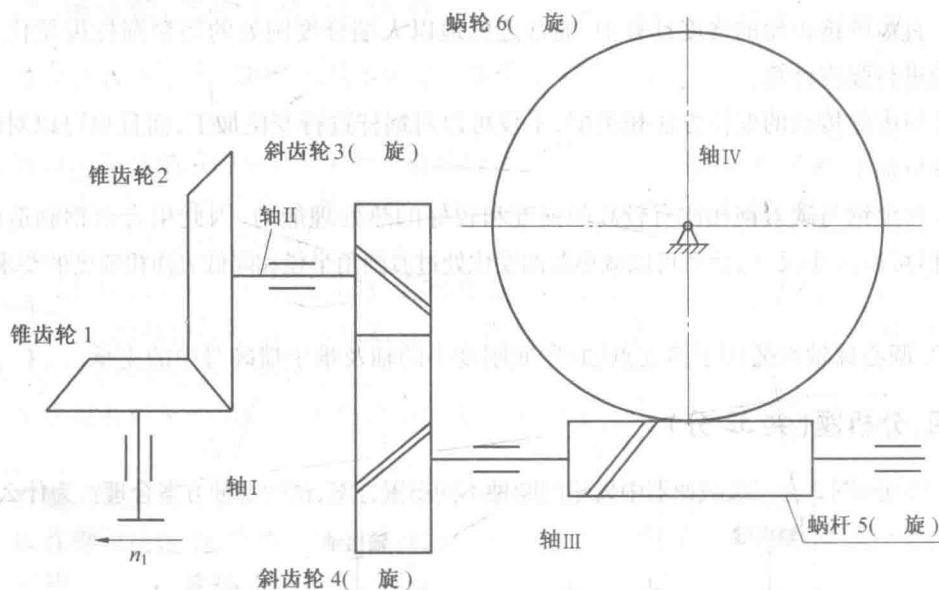

图4
(1) 电动机—蜗杆传动—齿轮传动—工作机
(2) 电动机—齿轮传动—蜗杆传动—工作机
5. 图4为一直齿圆锥齿轮—斜齿圆柱齿轮—蜗杆蜗轮三级传动。已知圆锥齿轮1为主动件, 转向如图所示。试在图中标出: